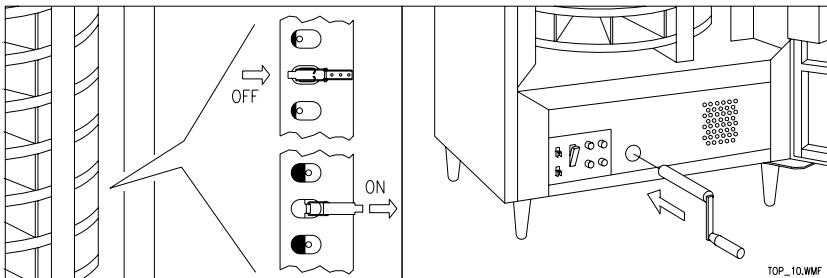

FIG. 10
- 2) Agganciare i pistoncini per mezzo dei ganci nel copri colonnetta FIG. 10.
- 5) Localizzare il gruppo di sollevamento nella parte inferiore del distributore FIG. 10, e usando la manovella far ruotare la barra in senso antiorario fino a fine corsa, in modo da abbassare i dischi